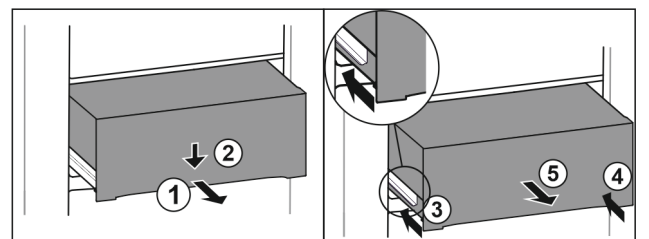

Fig. 140
- ▶ Schubfach halb herausziehen. Fig. 140 (1)
- ▶ Schubfach an der Vorderseite nach unten drücken. Fig. 140 (2)
- ▶ Linke Schiene etwa 2 cm einschieben. Fig. 140 (3)
- ▶ Rechte Schiene etwa 2 cm einschieben. Fig. 140 (4)
- ▶ Schubfach nach vorne entnehmen. Fig. 140 (5)